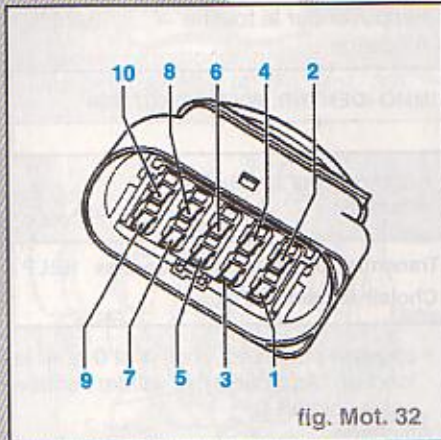

fig. Mot. 32
- mesurer la résistance entre les contacts **9 + 10** de la fiche (fig. Mot. 32). Valeur assignée : **12 à 20 Ω**